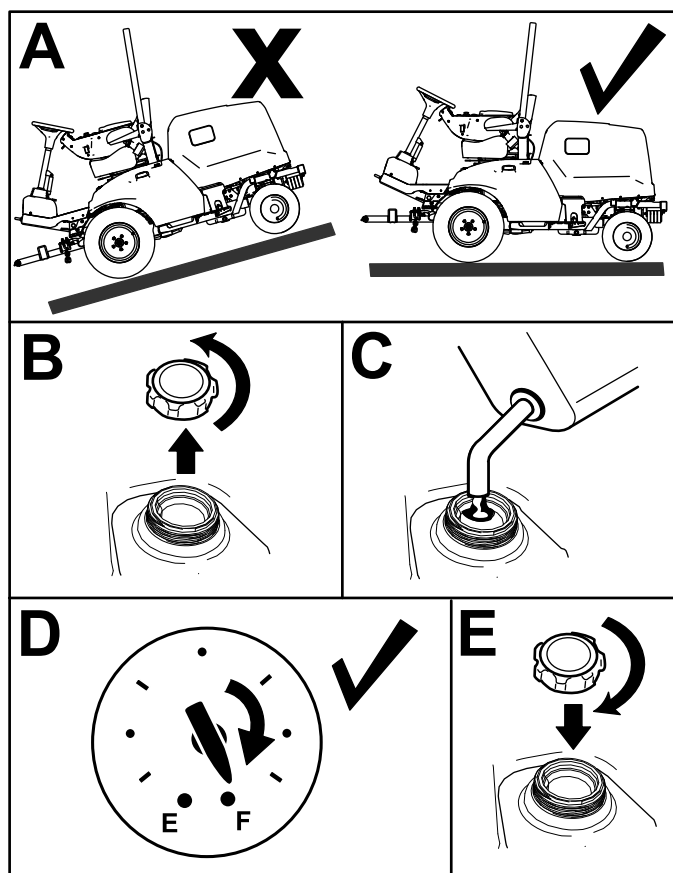

Figure 32
1. Garez la machine sur une surface plane et horizontale (Figure 32), serrez le frein de stationnement, coupez le moteur et enlevez la clé.